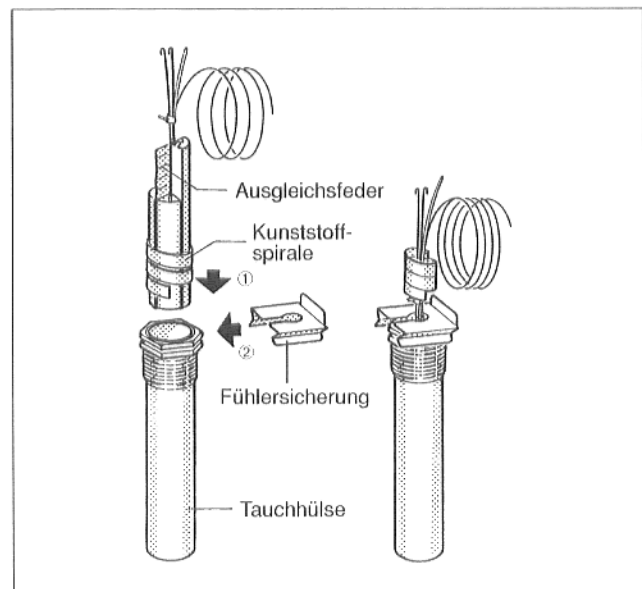

Abb. 13
- Die Kunststoffspirale – zum Zusammenhalten der Fühler – schiebt sich beim Einstecken automatisch zurück (Abb. 13).
Um den Kontakt zwischen Tauchhülse und Fühlerflächen zu gewährleisten und somit eine sichere Temperaturübertragung herzustellen, muß die Ausgleichfeder zwischen den Fühlern eingeschoben sein (Abb. 13).
- Fühlersicherung von der Seite oder von oben auf den Tauchhülsekopf drücken (Abb. 13).